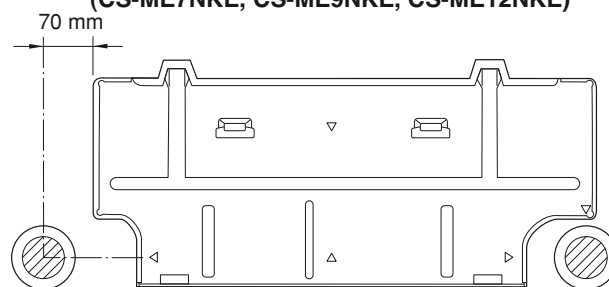

Fig. 9a
- (1) Positionnez le panneau arrière de l'appareil intérieur sur le mur à l'emplacement choisi. Assurez-vous que le panneau est horizontal en utilisant un niveau de charpentier ou en mesurant à partir du plafond. Faites d'abord le trou avant de fixer le panneau arrière au mur.
- (2) Déterminez de quel côté de l'appareil vous devez faire le trou de passage de la tuyauterie et du câblage (Fig. 9a ou 9b).
Si la tuyauterie est montée à l'arrière et à gauche, la sortie du flexible doit se trouver à précisément du bord du panneau arrière (Fig. 9a ou 9b).